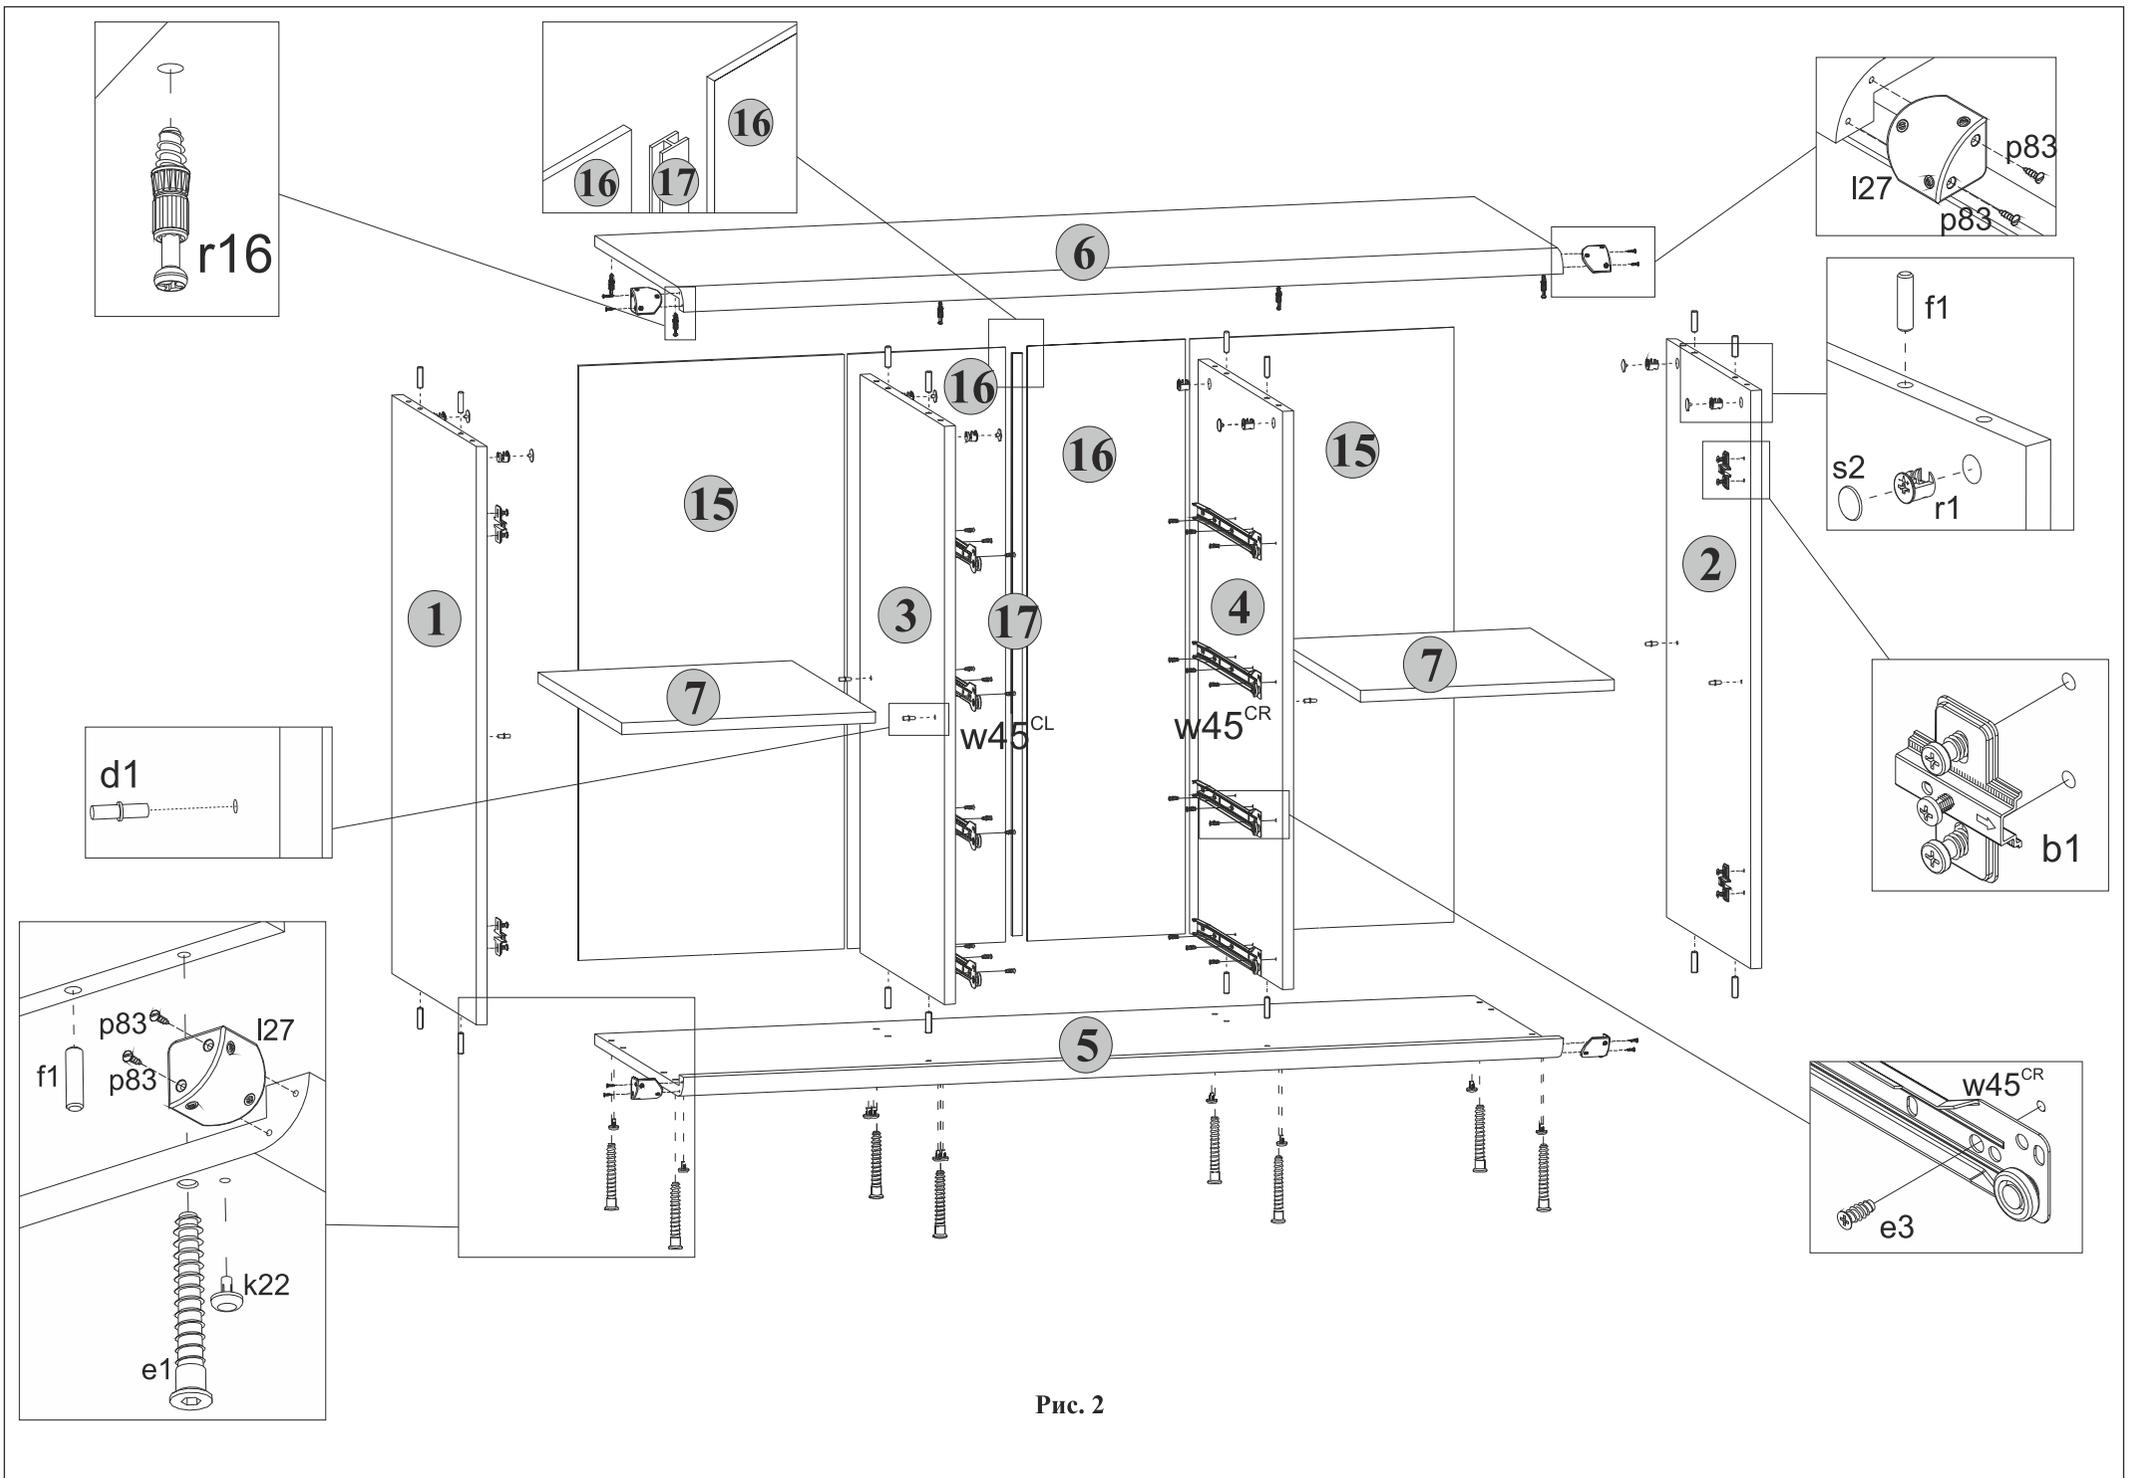

Рис. 2
стенок средних **3** и **4** вбить деревянные шканты **f1** (см.рис. 2).
5.6 На внутренних поверхностях стенок боковых **1** и **2**, а также на правой поверхности стенки средней **3** и на левой поверхности стенки средней **4** в отверстия диаметром **15 мм** вставить стяжки эксцентриковые **r1** (см.рис. 2).
5.7 В отверстия диаметром **5 мм** на нижней поверхности щита верхнего **6** вкрутить винты стяжки **r16**, пользуясь крестообразной отверткой (см.рис. 2).
5.8 В отверстия диаметром **4,5 мм** на нижней поверхности щита нижнего **5** вставить опоры полимерные **k22** (подпятники) (см.рис. 2).
5.10 К деталям **1, 2, 3** и **4** присоединить щит нижний **5** и стянуть еврошурупами **e1**, пользуясь специальным ключом **z1** из комплекта фурнитуры (см.рис. 2).
5.12 Закрепить стенки задние **15** на корпусе тумбы гвоздями **l1** с шагом 80-120 мм, пользуясь молотком (см.рис. 2).